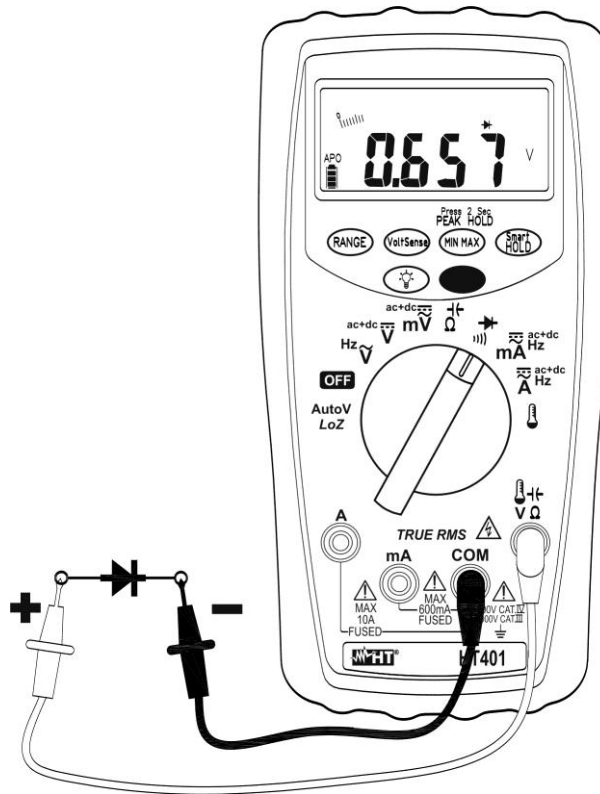

Abb. 8: Diodenprüfung und Durchgangstest
4. Verbinden Sie die rote Messleitung mit der Anode und die schwarze Messleitung mit der Kathode der Diode (siehe Abb. 8). Das Gerät zeigt die direkte Polarisierungsspannung auf der Anzeige. Diese Spannung ist typisch 0.4 ~ 0.9V mit guten Verbindungen.